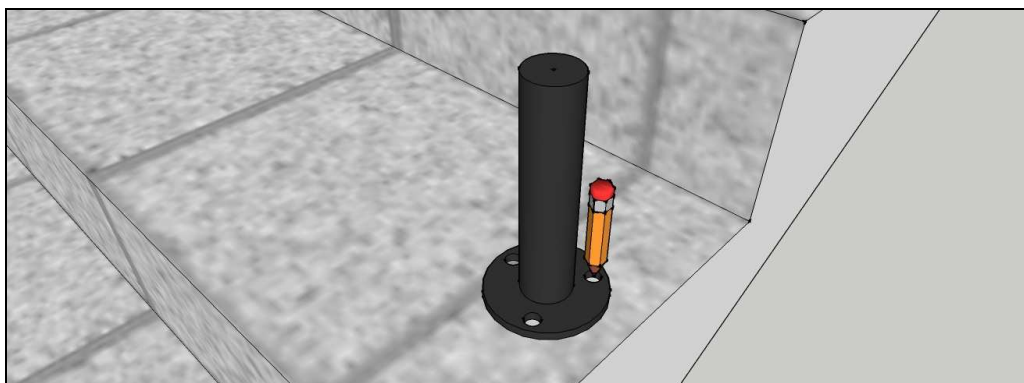

Рис.6
4. Размечаем маркером отверстия под анкера на всех закладных элементах стойки (рис.6).